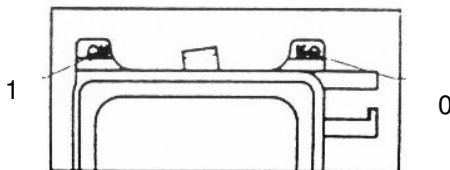

Bild 8
Die Sekundärluftregler ist in der Heiztür oben auf den verwendeten Brennstoff Holz (1) oder Kohle (0) einzustellen (Bild 8).